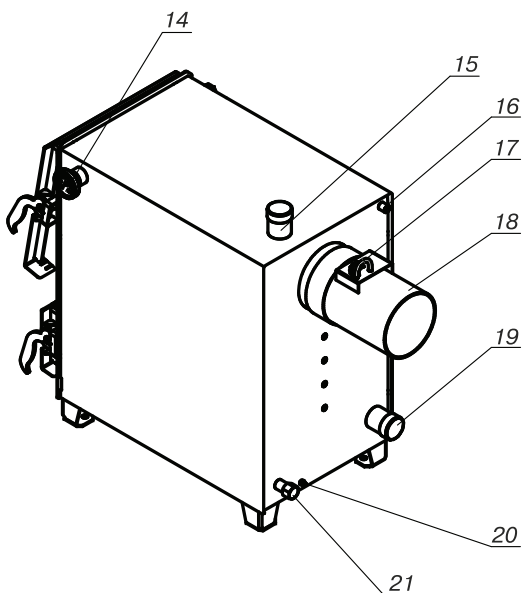

Рис.1 Конструкция отопительного котла
5.1. Котёл (рис.1) состоит из корпуса (поз. 1), топки (поз. 12), газохода (поз. 13). В нижней части топки устанавливаются колосники (поз. 9). Под колосниками в топке устанавливается зольный ящик (поз. 8).